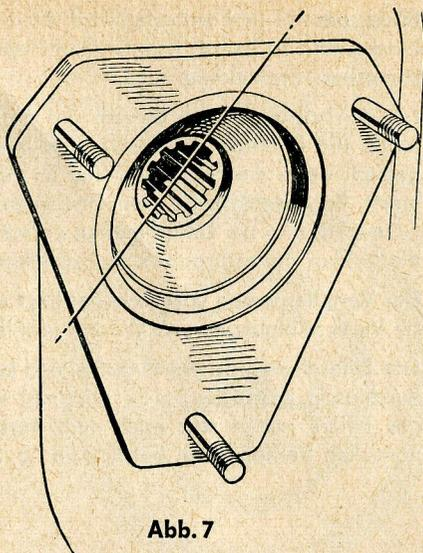
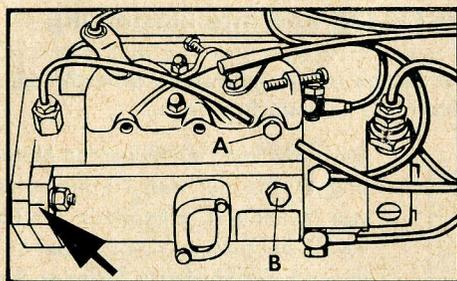

Abb. 7
Abb. 8
Eine breite Führungsnute im Pumpenantriebsrad liegt bei dieser Einstellung im Winkel von 45° nach rechts (bei Einstellung nach der Uhr auf $\frac{1}{2}$ 2, siehe **Abb. 7**). Ein breiter Führungskeil an der Pumpenantriebswelle verhindert eine falsche Einstellung beim Anbau der Pumpe. Nach diesen Vorbereitungen und Kontrollen wird die Pumpe mit dem Pumpenantriebsgehäuse zusammengebaut. Vor dem Anziehen der drei Bolzenmuttern werden die Strichmarkierungen auf den Pumpen- und Antriebsgehäuseflanschen richtig zueinander eingestellt. **Siehe Abb. 8.**
Die Entlüftungsschraube „A“, oben am Reglergehäuse, wird vorher um ca. 2 Umdrehungen gelöst **und erst bei laufendem Motor geschlossen, wenn keine Luftblasen mehr austreten (s. Abb. 8).**
2. **Entlüften.** Nach dem vorher beschriebenen Anbau der Pumpe (Seite 7) wird auch die Entlüftungsschraube „B“ am Pumpenkörper gelöst und mit dem Handhebel an der Kraftstofförderpumpe so lange vorgepumpt, bis der Kraftstoff blasenfrei an der Schraube „B“ austritt. Erst dann wird die Schraube „B“ angezogen (s. **Abb. 8**).